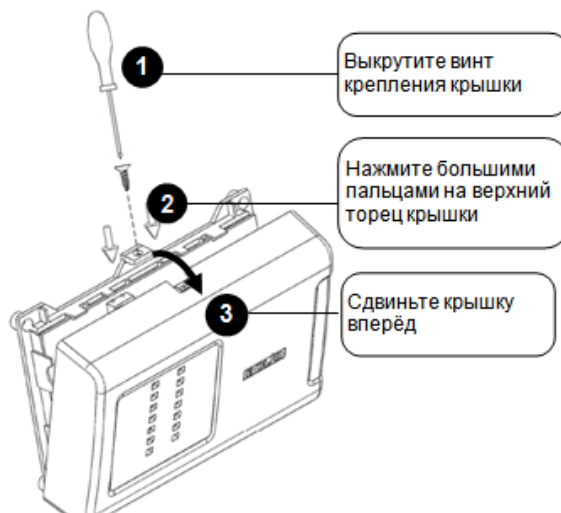

Рисунок 15 Снятие крышки С2000-PGE
3. Снять крышку устройства в порядке, указанном на рис.15.